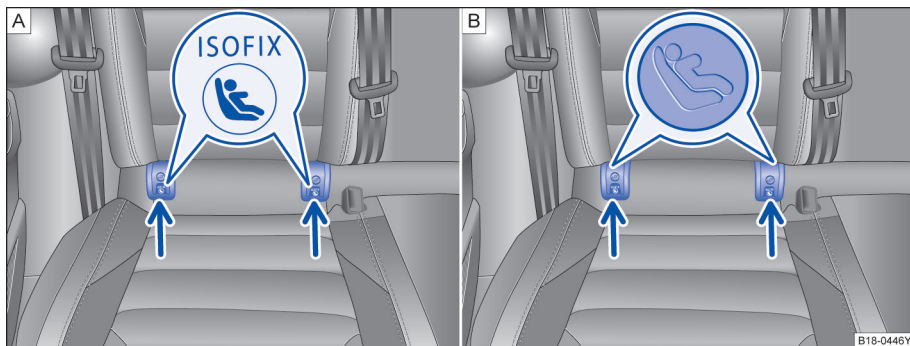

图 62 汽车座椅上的儿童座椅下部固定点标记。
- 沿箭头方向将儿童座椅插入固定环→ 图 62。直至听到儿童座椅的啮合声。
- 将儿童座椅置于轿车坐垫上，然后将连接带的挂钩挂到固定环上→ 图 62
后排外侧座椅配有两个 ISOFIX 固定环，与车身相连 → 图 62。